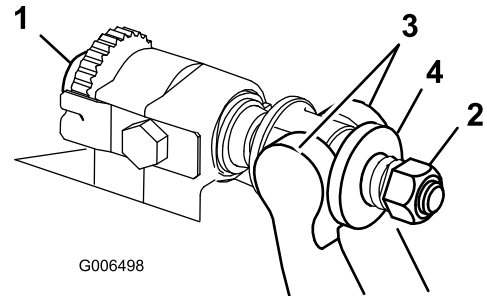

Bild 37
1. Drehen Sie die Einstellschrauben des Untermesserträgers nach links, um den Abstand zwischen Untermesser und Spindel zu vergrößern (Bild 37).
2. Drehen Sie die Federspannungsmutter so weit hinaus, bis die Scheibe nicht mehr gegen den Untermesserträger angespannt ist (Bild 37).